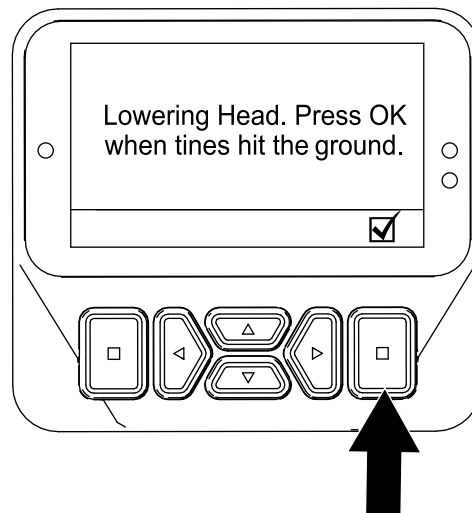

图 64
6. 当任何打孔针接触到地面时按“降低打孔头”屏幕上的选择按钮图 64。